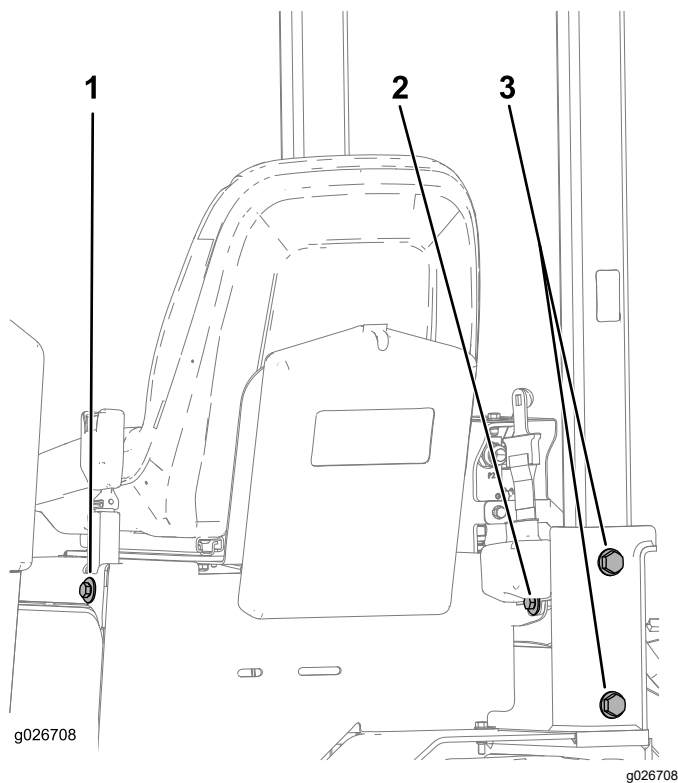

Figura 47
1. Compruebe que los 4 pernos que sujetan la barra del ROPS al chasis de la máquina están apretados a 203–223 N·m (150–165 pies-libra); consulte Figura 47.
2. Compruebe que los pernos y las tuercas que sujetan el retractor y la hebilla del cinturón de seguridad al asiento están apretados a 104–115 N·m (77–85 pies-libra); consulte Figura 47.